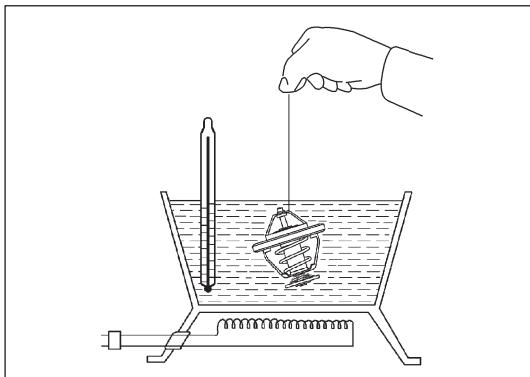

Рис. 10-5-5. Проверка температуры открывания клапана термостата
- a) Полностью погрузить термостат в воду и медленно нагревать воду, как изображено на рис. 10-5-5. Запрещается нагревать непосредственно термостат.